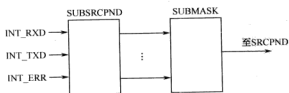

图 11-3 子中断的处理流程
- Request sources (with sub-register) 主要处理以下类型的中断。例如，串口 UART，UART 中断包括发送中断、接收中断和因错误而产生的中断，但是这三个中断都属于一个大类，即都属于 UART 中断。如图 11-3 所示展示了这类子中断的处理流程。当 UART 发送中断产生时，SUBSRCPND 寄存器中响应的位会置 1，如果 INTSUBMSK 中不对其进行屏蔽，则 SRCPND 中的 UART 中断会置 1。